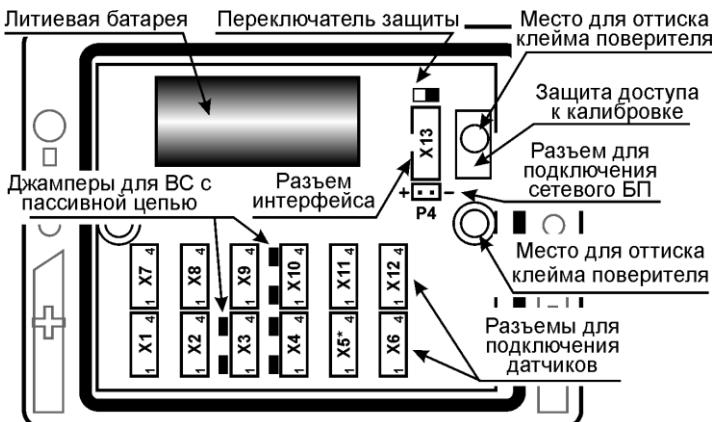
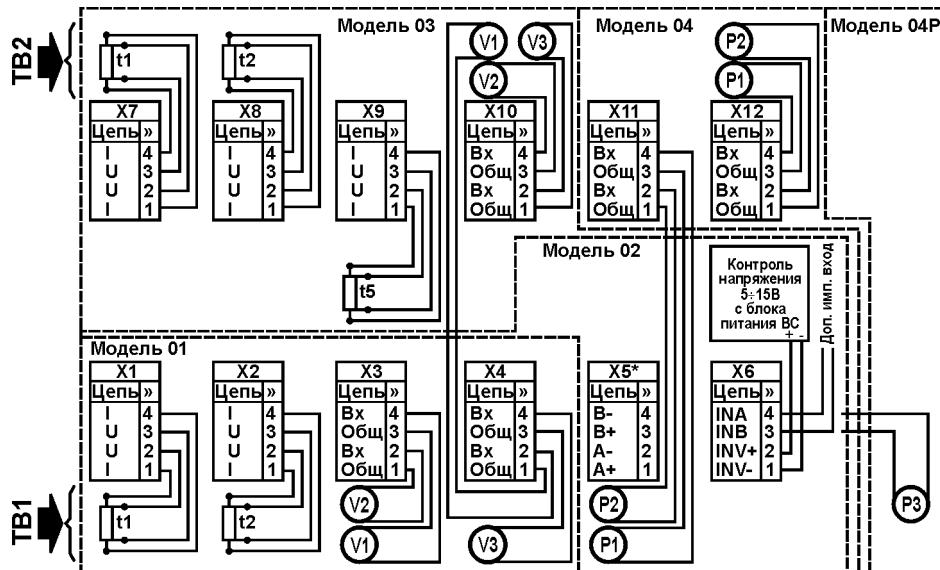

Рис. 5.3 – Вид снизу на снятую крышку ВКТ-7
Рис. 5.4 – Схема подключения датчиков к разъемам ВКТ-7
Контроль наличия сетевого питания в вычислителях организован путем подачи напряжения 5...15 В на контакты 1 и 2 разъема X6 (рис. 5.4). Вход контроля имеет гальваническую развязку. Максимальное значение тока потребления не превышает 15 мА.
- от блока питания одного из расходомеров (см. схему подключения рис. 5.4);
При установке сетевого блока питания исполнения 02 в качестве сигнала контроля сетевого питания используется непосредственно напряжение питания 3,6 В, подаваемое на разъем P4 (см. рис. 5.3). Напряжение на разъеме X6 в данном случае игнорируется.
В случае пассивного типа выхода следует установить перемычку (джампер), показанную на рис. 5.3 слева от соответствующего разъема Х3, Х4 и Х10, а при активном – снять ее.
Разъемы для подключения внешних цепей находятся на модуле в вехней части ВКТ-7. Размещение разъемов приведено на рис. 5.3, а схема подключения датчиков – на рис. 5.4. При поставке ВКТ-7 ответные части разъемов и джамперы установлены.
- убедиться, что левее каждого из имеющихся разъемов X3, X4 и X10 установлены джамперы (рисунок 5.3). В противном случае джамперы следует установить, взяв их из состава поставки комплекта соединителей;
- при автоматизированной поверке убедиться, что в вычислителе установлен адаптер RS232 или универсальный адаптер RS485/RS232. В противном случае (установлен адаптер RS485 или Ethernet) следует подключить к разъему X13 (рисунок 5.3) адаптер RS232, взяв его состава поставки комплекта соединителей.